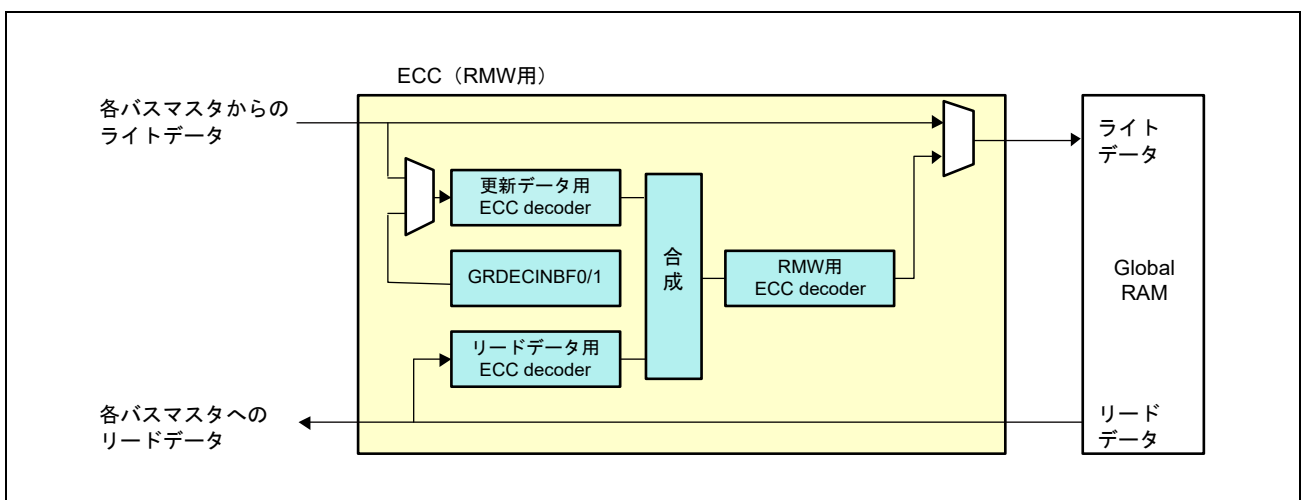

図 29.4 Global RAM の RMW 用 ECC の構成
RMW 処理では、①のリードに対応して ECC デコードが行われ、③のライトに対応して ECC エンコードが行われます。RMW 用 ECC の構成については図 29.4 をご参照ください。②のライトデータに対応する更新データ用 ECC デコーダは、任意の値を設定可能なレジスタとの切替により、ECC デコーダに対する故障注入が可能です。故障注入の方法に関しては、「29.2.5.4 テスト機能」をご参照ください。
Global RAM は、最大で 64 ビットのデータを同時にリード/ライト可能な構成となっており、各バスマスタ（CPU1、CPU2 インターコネクト）は 64 ビットのデータバスに対し、コントローラ側は BankA と Bank B 毎に 128 ビットのデータバス構成になります。一方で、ECC やアドレスパリティは 32 ビットのデータ毎に用意されています。つまり、**図 29.4** の ECC decoder と ECC encoder、ECC（RMW 用）、アドレスパリティチェッカは、バスマスタ側は上位 32 ビットデータ用と、下位 32 ビットデータ用に 2 つずつ用意されており、コントローラ側は、128 ビットを分割した Word0～3 用に 4 つずつ用意されています。Word0～3 は Bank A と Bank B の中でさらに細かく分かれた単位になります。